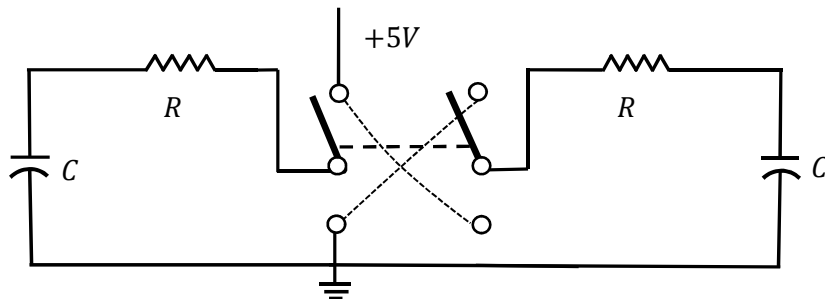

Figura 3.- Circuito RC para carga y descarga del capacitor, usando un interruptor de dos polos dos tiros
- ¿Qué pasaría si se conecta un condensador de $C = 10\mu F$ en paralelo al circuito de la figura 3? ¿y en serie?